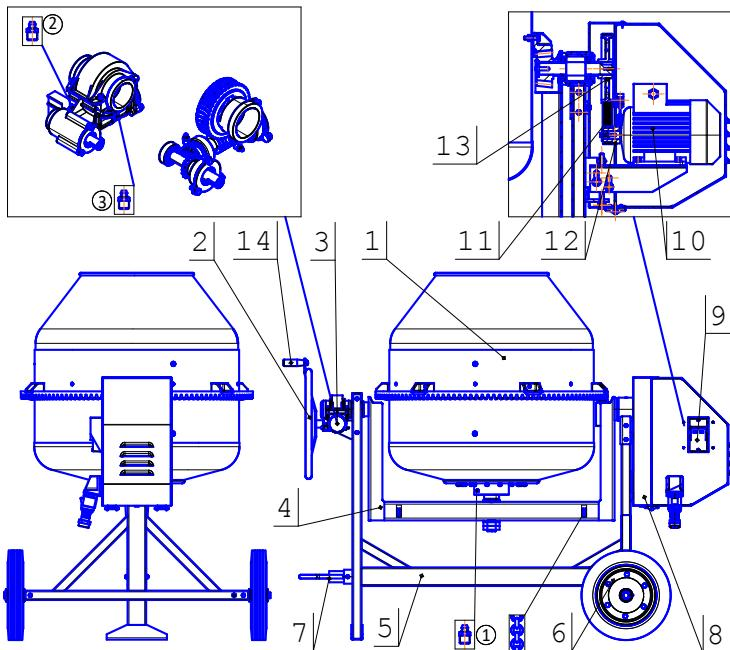

РИС.1 БЕТОНОСМЕСИТЕЛЬ ГРАВИТАЦИОННЫЙ
4.1.Основными узлами бетоносмесителя являются смесительный барабан (поз.1 рис.1), рама сварной конструкции (поз.5 рис.1) , траверса (поз.4 рис.1), редуктор механизма опрокидывания (поз.3 рис.1) , электродвигатель (поз.10 рис.1) , корпус электропривода (поз.8 рис.1) , крышка электропривода с установленными в ней автоматическим выключателем (поз.9 рис.1) и четырехполюсной панельной вилкой, колес (поз.6 рис.1) .
Внутри барабана крепятся три лопасти. Привод вращения барабана осуществляется от электродвигателя, установленного на двух кронштейнах, служащих одновременно натяжным устройством и подмоторной плитой, через поликлиновой ремень (поз.11 рис.1) и зубчатую передачи. Натяжение ремня поликлиновой передачи (поз.12 , 13 рис.1)осуществляется с помощью натяжного болта.
4.3. Ведущая шестерня зубчатой передачи и ведомый шкив поликлиновой передачи (поз.13 рис.1) смонтированы на одном валу, который вращается в подшипниках качения.
4.4. Изменение положения смесительного барабана осуществляется вручную маховиком (поз.2 рис.1) за ручку (поз.14 рис.1), а фиксация в необходимом положении в процессе работы осуществляется червячным редуктором (поз.3 рис.1).
4.5. Для перемещения бетоносмесителя в пределах строительной площадки в конструкции бетоносмесителя предусмотрено съемное дышло (поз.7 рис.1) и два колеса (поз.6 рис.1). Перемещение бетоносмесителя необходимо производить вдвоем.
4.6.Пуск бетоносмесителя осуществляется автоматическим выключателем, установленным на крышке электропривода, имеющим защиту от короткого замыкания и токов перегрузки. Смеситель по типу защиты от поражения электрическим током относится к классу I, т.е. имеет рабочую изоляцию и элемент для заземления. В качестве заземляющего элемента используется болт (поз.15 рис.1), являющийся неотъемлемой частью конструкции рамы бетоносмесителя. Для подсоединения к источнику питания на крышке кожуха электропривода расположена четырехполюсная вилка с заземляющим контактом, который соединяется с заземляющим контактом электродвигателя. Токоподводящий кабель должен иметь розетку с заземляющим контактом.